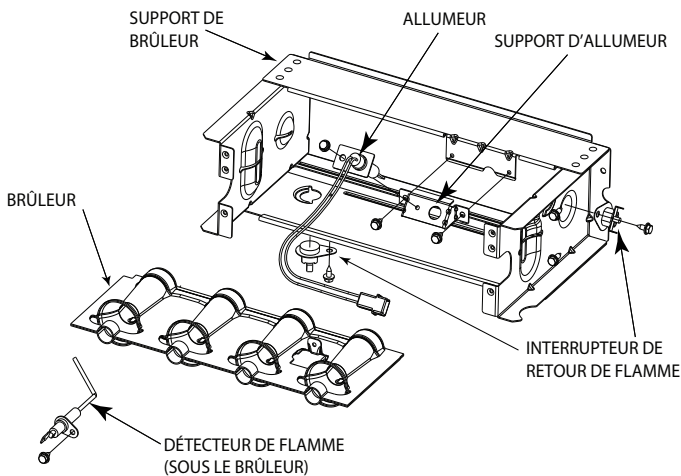
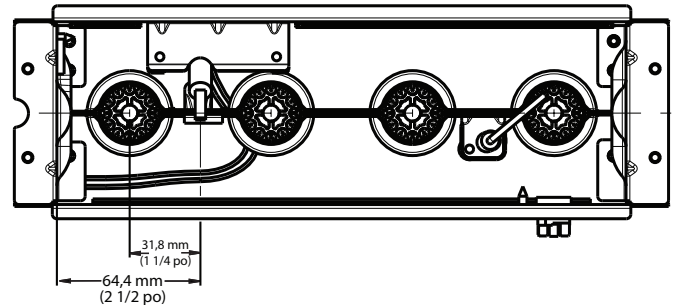
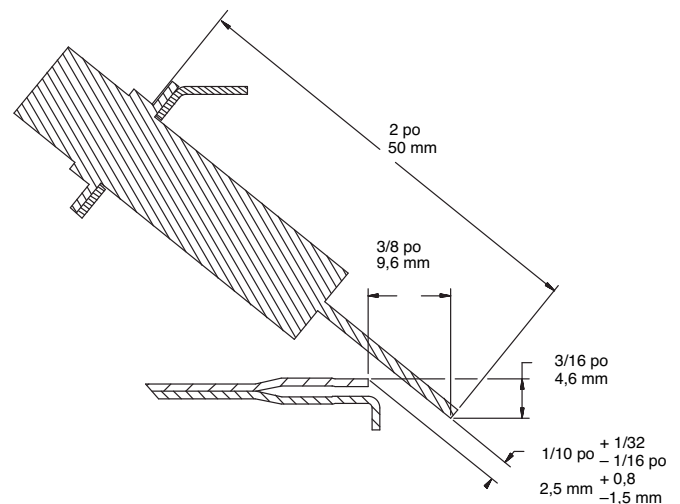

Figure 68 – Ensemble de brûleur
Figure 69 – Position de l'allumeur – vue de dessus
Figure 70 – Position de l'allumeur – vue latérale
Consultez le Figure 68.
8. Vérifiez l'alignement de l'allumeur (consultez les Figure 68, Figure 69 et Figure 70).
L'allumeur ne nécessite **PAS** une inspection annuelle. Vérifiez la résistance de l'allumeur avant son retrait (consultez les Figure 68, Figure 69 et Figure 70).
- a. À l'aide d'un tournevis 1/4 po, retirez les deux vis qui fixent le support de fixation de l'allumeur au bloc brûleur (consultez la Figure 68).
7. Rebranchez le faisceau de l'allumeur sur l'allumeur en disposant les fils de façon à vous assurer qu'il n'y a aucune tension sur l'allumeur lui-même (consultez la Figure 68).